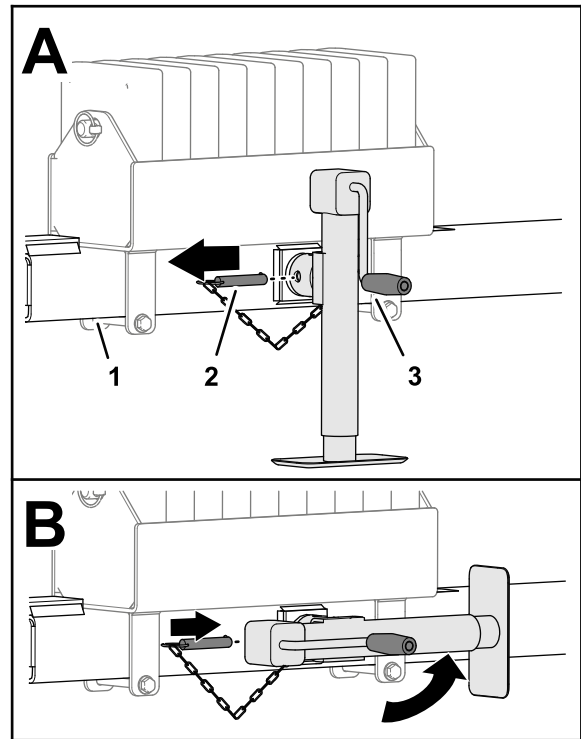

Figura 28
4. Rimuovete il perno (Figura 28).
5. Ruotate il cavalletto in orizzontale (Figura 28).
6. Inserite il perno attraverso i fori orizzontali nel cavalletto e nel tubo dell'attacco di traino (Figura 28).